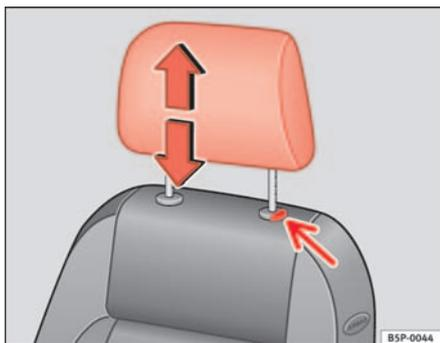

Fig. 92 Ajuste o desmontaje del apoyacabezas
- Pulse la tecla ⇒ fig. 92 (flecha).